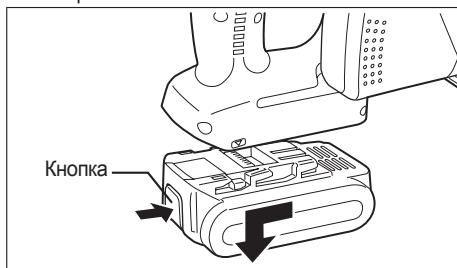

Рис. 3
- Для снятия батарейного блока (См. Рис. 3)